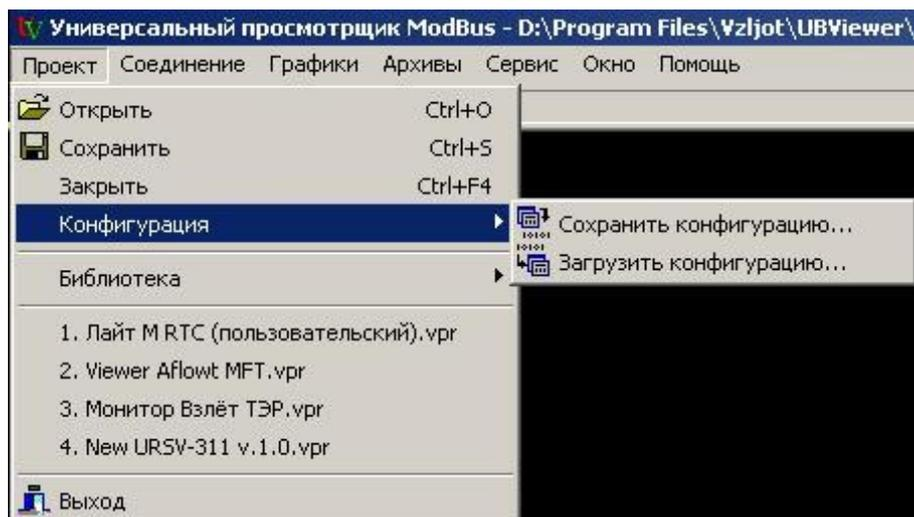

Рис.27. Окно «Универсальный просмотрщик».
- в программе «Универсальный просмотрщик» выбрать пункт **«Проект»** / **«Конфигурация»** / **«Сохранить конфигурацию»** (рис.27).